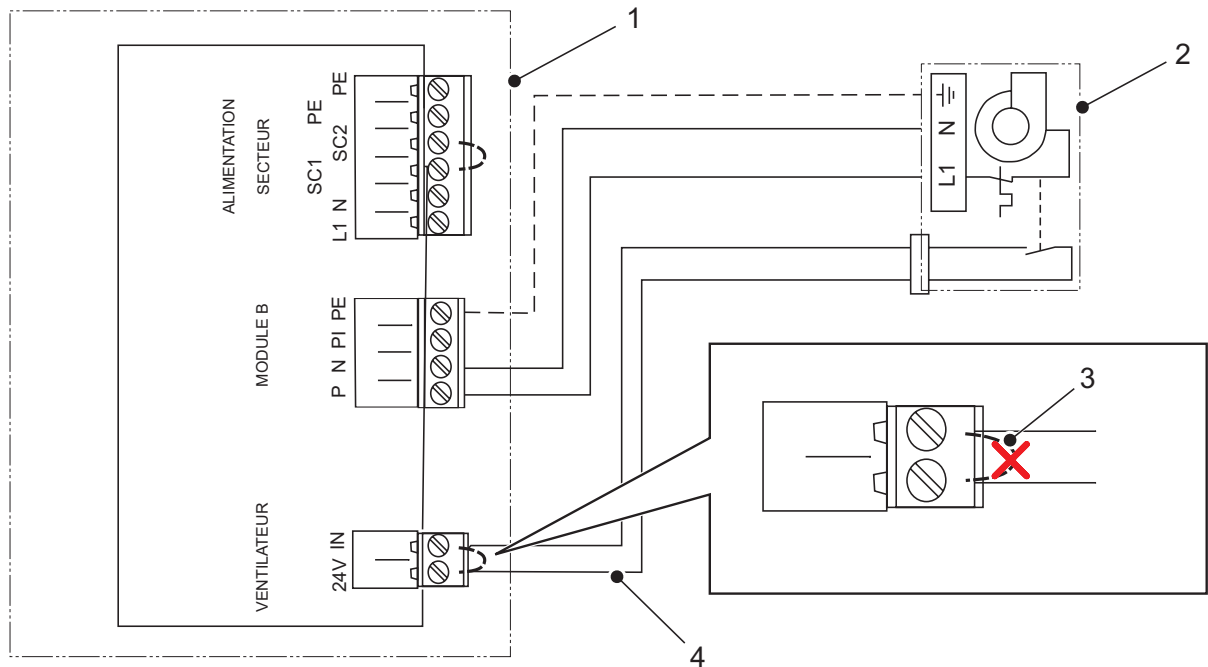

Figure 20 : Connexions de la carte pilote.
- d. Raccorder le câble de raccordement au réseau et le câble de la boucle de sécurité sur la carte pilote à l'intérieur de l'humidificateur, comme illustré sur la Figure 20.